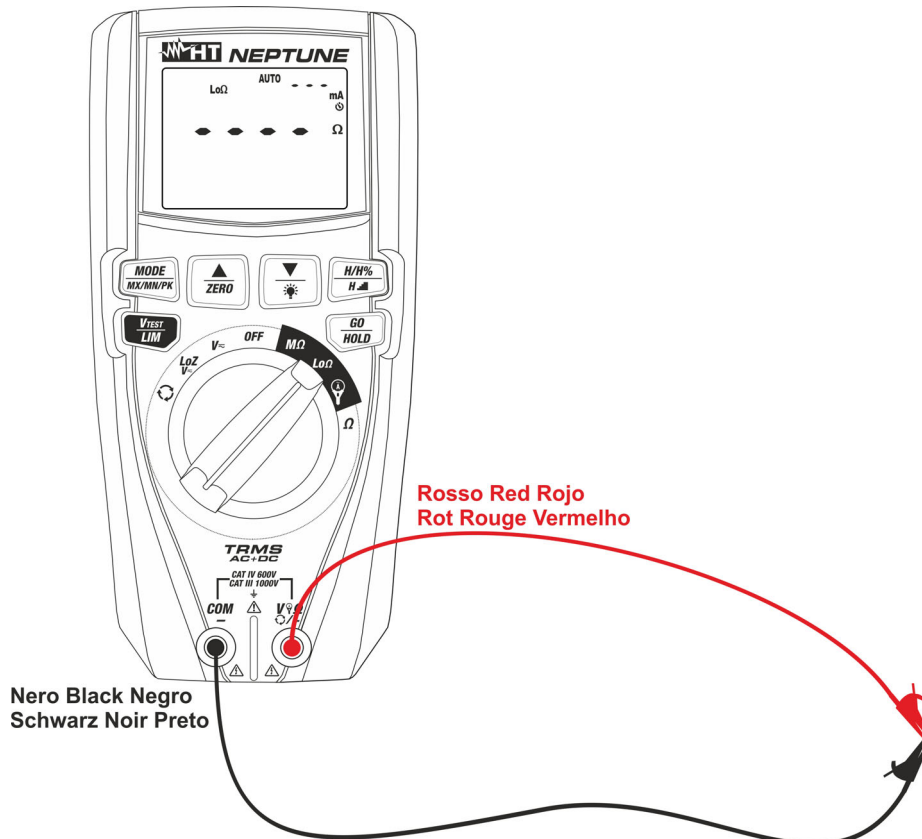

Fig. 32: Collegamento dei cavi in funzione compensazione
2. Inserire i cavi di misura ai terminali di ingresso **V Ω +/+** e **COM/-**, collegare i terminali a coccodrillo e cortocircuitare le estremità dei cavi tra loro (vedere Fig. 32)